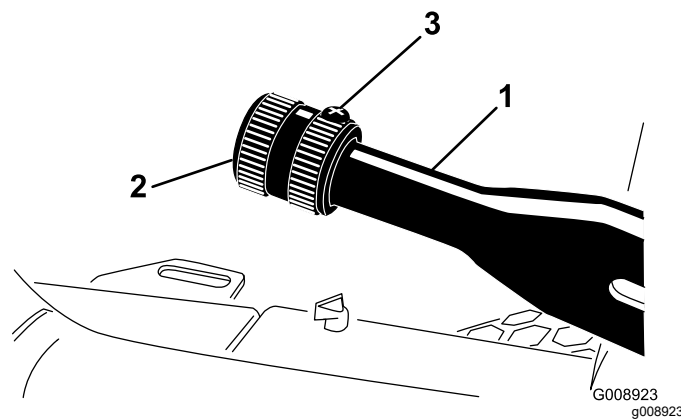

Figura 62
1. Desaperte o parafuso de afinação que fixa o manípulo à alavanca do travão de estacionamento (Figura 62).